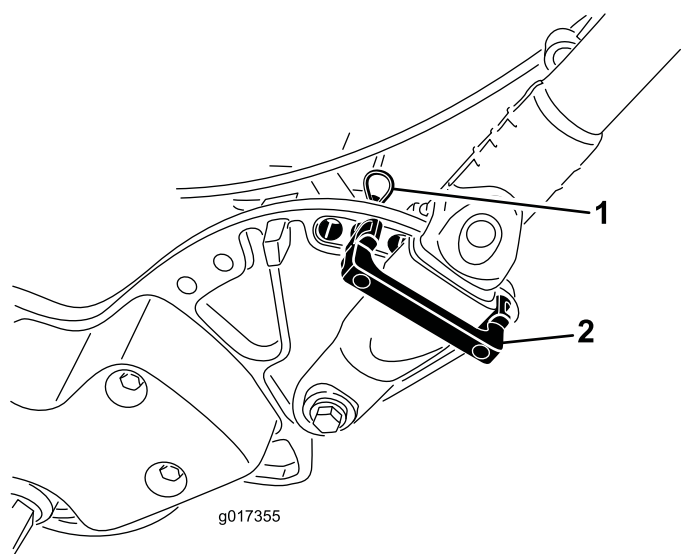

Figure 9
1. Soutenez le guidon et retirez les serre-câbles qui retiennent les manchons de serrage du guidon sur les plaques latérales (Figure 9).
2. Faites pivoter le guidon à la position d'utilisation voulue, puis placez un dispositif de maintien sur le manchon de serrage du guidon et dans les trous correspondants de la plaque latérale (Figure 9).
3. Fixez le manchon avec une goupille fendue (Figure 9).